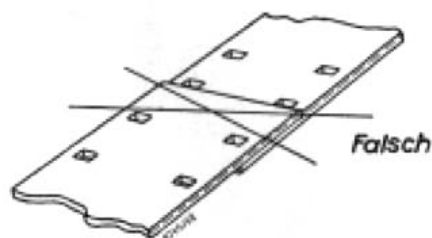

Bild 14
5. Nach Bild 14 angefertigte Klebstellen sind zu lang und deshalb unelastisch und ungenau. **Sie sind unbedingt zu vermeiden.**